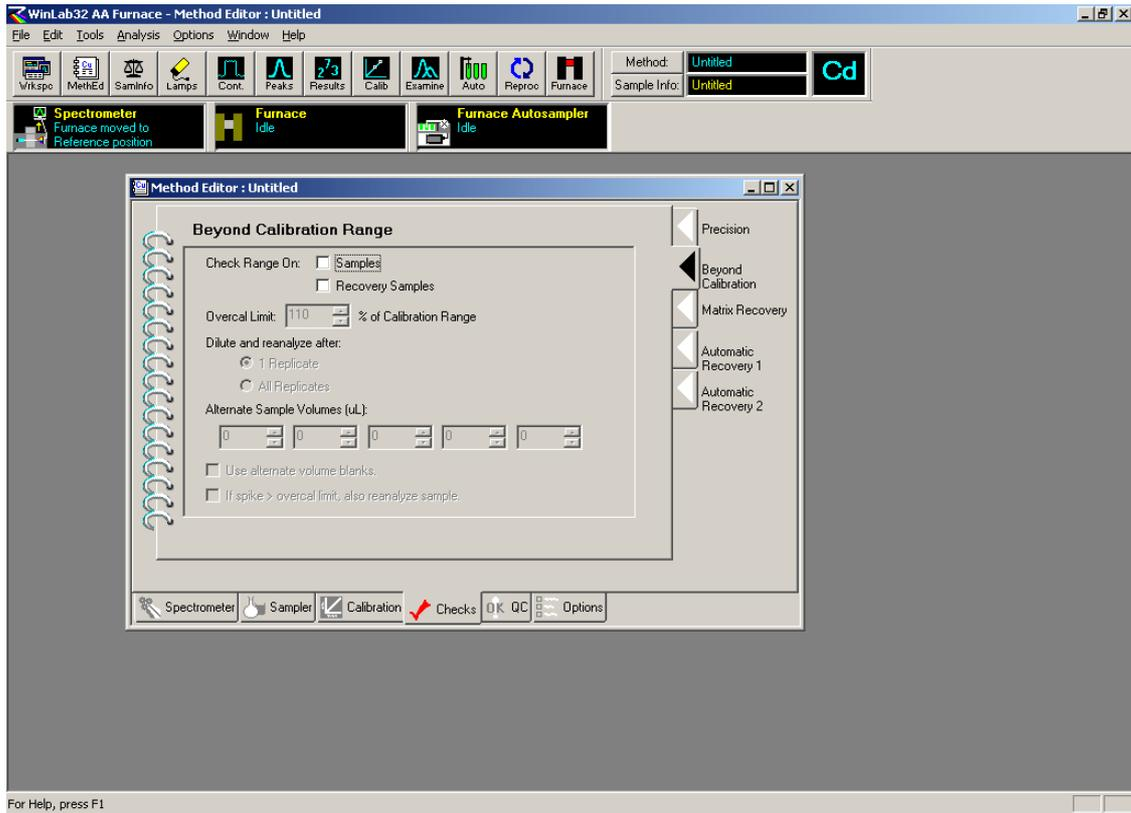

图 35. 超标样品溶液稀释设定页面
2.2.11“Checks”实际上也是一种质控手段，只是它并不使用特定的质控样品。在此页面中，包括有对于测量精密度的控制(precision)，超标样品溶液的稀释，基体回收率试验(Matrix Recovery)，和自动回收率试验等。其中对于许多用户来说，超标样品溶液稀释功能是经常需要使用的。用鼠标器点击窗口右边的“Beyond Calibration”，即调出该功能的设定界面如下图 35；